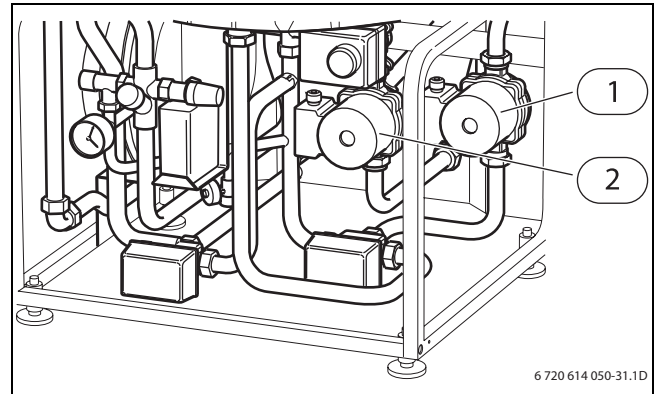

Fig. 98 Tilkoblingsfrirom innvendig enhet
- ▶ Kontroller om varmbærerpumpen har stanset (→ fig. 98 på side 65).
- ▶ Kontroller om primærpumpen har stoppet (→ fig. 98, [1], side 65).